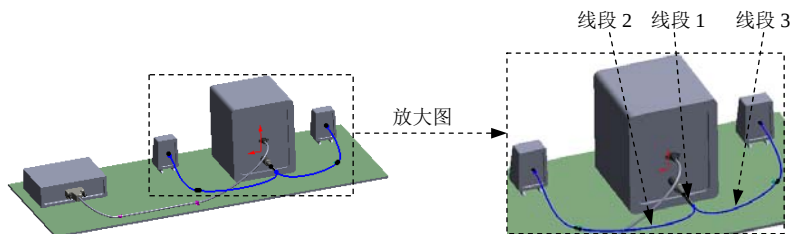

图 11.11.24 选择路径
Step3. 选择路径。单击“编辑电线”对话框中的 **选择路径(S)** 按钮，选取图 11.11.24 所示的线段 1 和线段 2 为“20g blue”电线的路径，单击对话框中的 **✓** 按钮；单击“编辑电线”对话框中的 **选择路径(S)** 按钮，选取图 11.11.24 所示的线段 1 和线段 3 为“20g red”电线的路径，单击对话框中的 **✓** 按钮；单击“编辑电线”对话框中的 **✓** 按钮。
Step4. 电气特性。右击图 11.11.24 所示线段 1 处的电线，在系统弹出的快捷菜单中选择 **电气特性** 命令，系统弹出“电气特性”对话框；在“电气特性”对话框的 **电线清单** 区域中显示电线，在 **属性** 区域中显示相应电线的属性。单击对话框中的 **✓** 按钮。
Step5. 修改线路外径。右击图 11.11.24 所示的线段 2，在系统弹出的快捷菜单中选择 **线路段属性...** 命令，系统弹出“线路段属性”对话框；在 **电气(E)** 区域的 **外径(O)** 文本框中输入数值 3.0，单击对话框中的 **✓** 按钮。